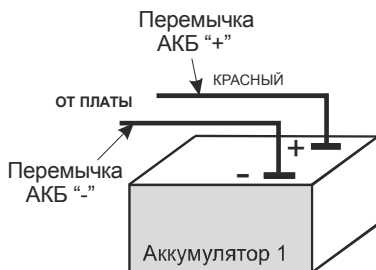

Рисунок 3. Подключение одного аккумулятора.
- подключить переключки АКБ к АКБ, соблюдая полярность (см. рис. 3);